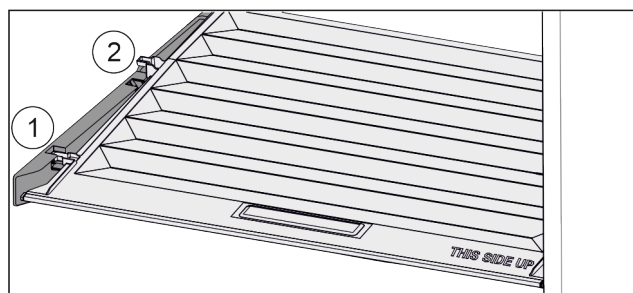

Fig. 42
- Vytáhněte víko dopředu až k otvoru v přídržných dílech Fig. 42 (1).
- Vzadu zespuď nadzvedněte a vyjměte směrem nahoru Fig. 42 (2).